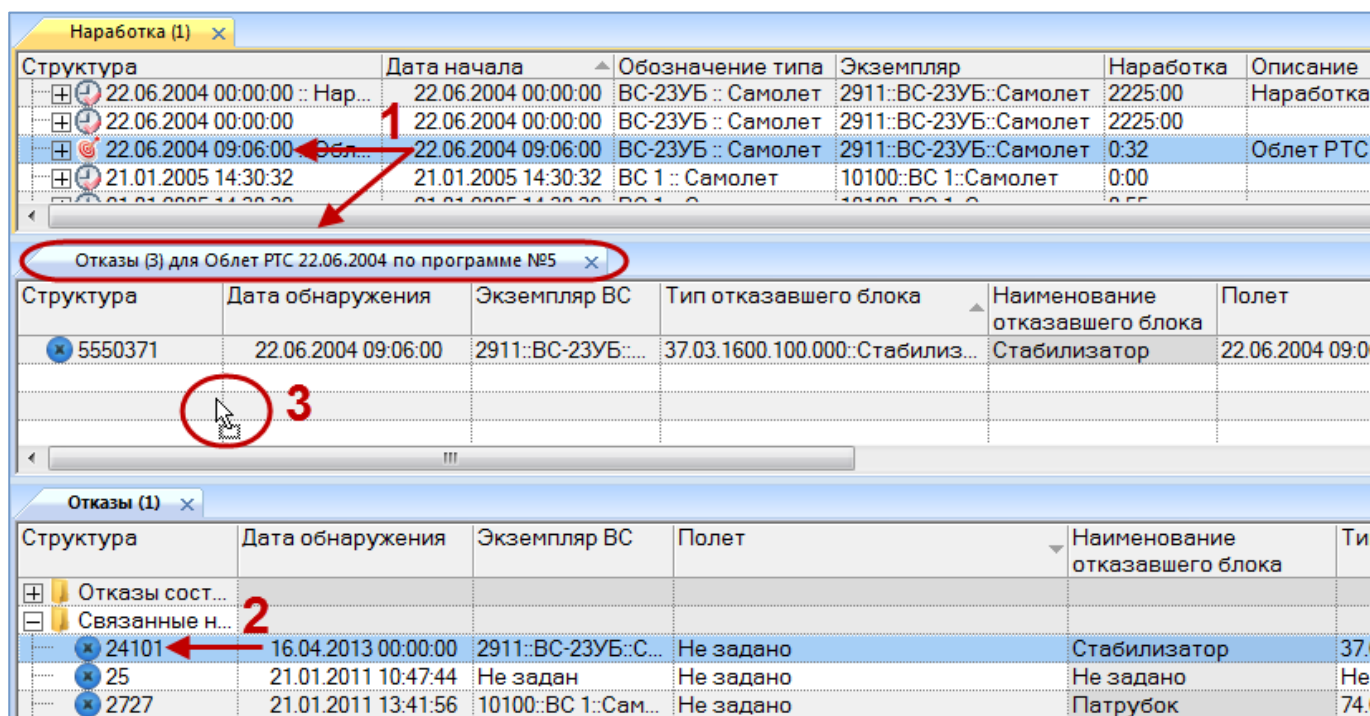

Рис. 13-303 – Переместить отказ в окно связанных объектов «Отказы» для полета
- 2) Выбрать полет в рабочем окне «Наработка» и открыть окно связанных объектов «Отказы» для выбранного полета (1 на рис. 13-303).
- 3) Выбрать отказ в рабочем окне «Отказы» (2 на рис. 13-303).
- 4) Переместить с помощью мыши отказ в окно связанных с полетом отказов – появится подсказка вида «+ Создать связь X объект(ов) в ...» (3 на рис. 13-303). Отпустить кнопку мыши.